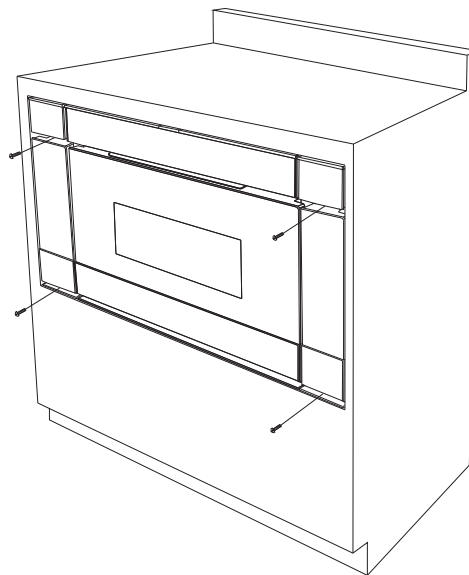

Figure 9
**Remarque : chaque garniture de côté est marquée d'un « L » et d'un « R » au dos afin d'indiquer les côté gauche (L) et droit (R).**
11. Assembler les garnitures de l'extension de 76,2 cm (30 po) à gauche et à droite à l'aide des 4 vis de garnitures. Voir la Figure 9.